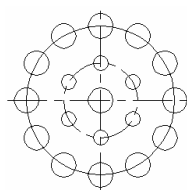

图 4-36
(6)捕捉大圆上的象限点绘制一个圆，半径为 10。单击【修改】工具栏上的按钮，调整数据，阵列 12 个小圆。如图 4-36 所示。